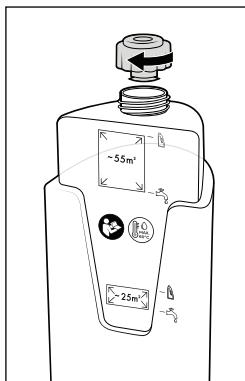

Afb. 8
- ◆ Vul het schoonwaterreservoir 11 voor kleine oppervlakken (tot 25 m2) tot de eerste peilstreep met leidingwater of gedestilleerd water (zie afb. 8).
- ◆ Voeg aan het water in het schoonwaterreservoir 11 voor kleine oppervlakken (tot 25 m2) tot de tweede peilstreep schoonmaakmiddel toe (zie afb. 8).